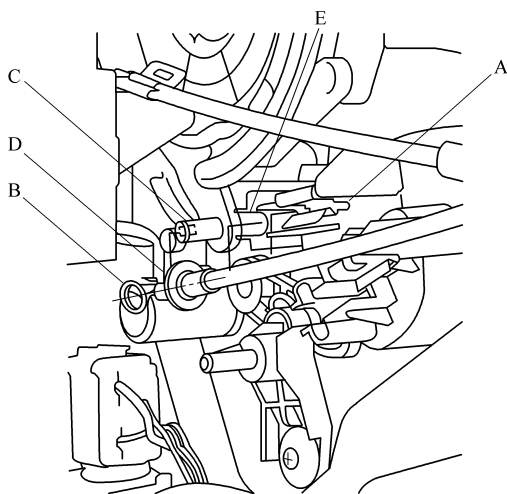

图 2-3 断开送风模式控制拉索
① 断开送风模式控制拉索
b. 如图 2-3 所示，从卡夹 A 上松开模式控制拉索壳体，并从模式控制连杆 C 上断开内拉索 B。